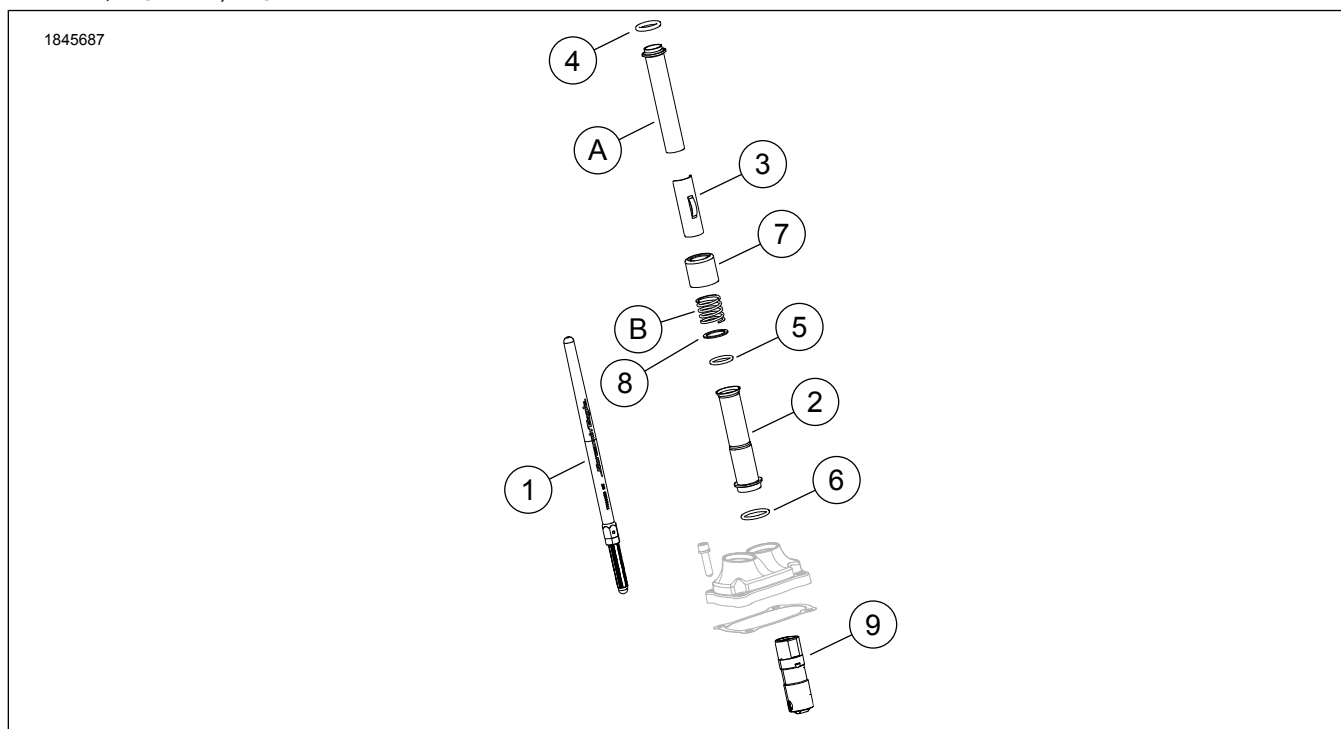
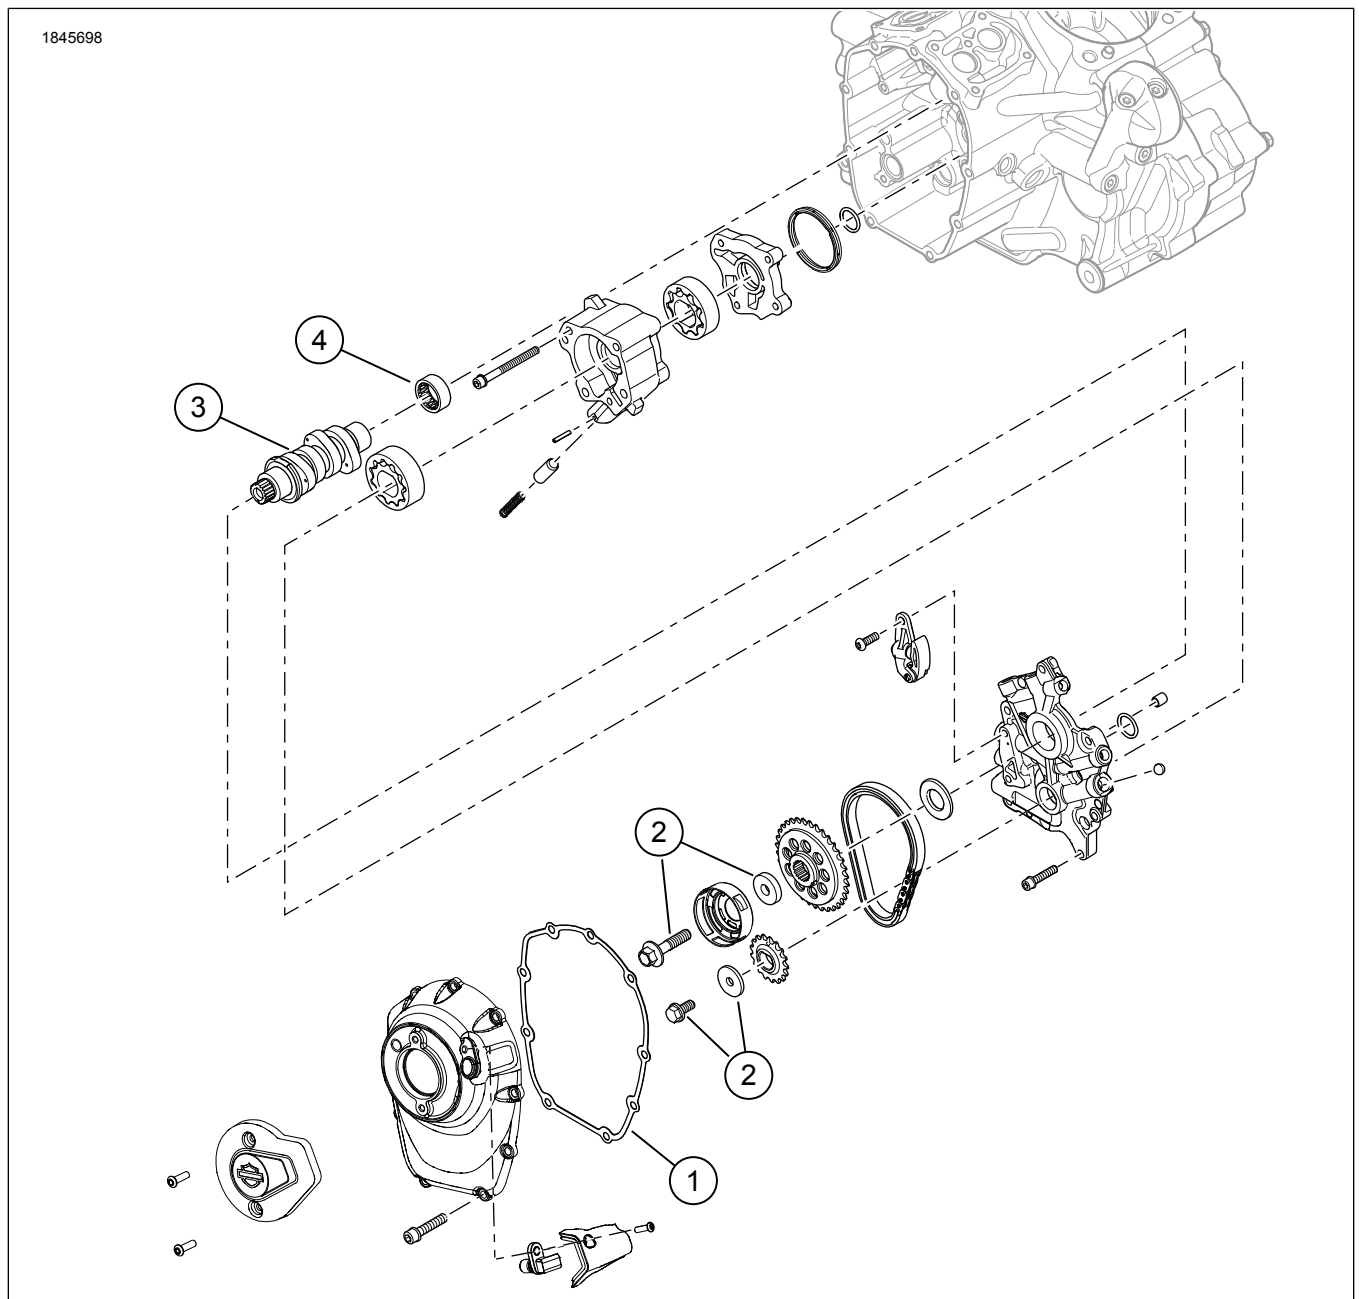

Figura 1. Conținut kit: Kit Screamin' Eagle Milwaukee-eight Etapa 2
Figura 2. Conținut kit: Kit Screamin' Eagle Milwaukee-eight Etapa 2
Consultați Figura 1 și Figura 2 .
1. Figura 2 Montați pompa de ulei. Consultați manualul de service.